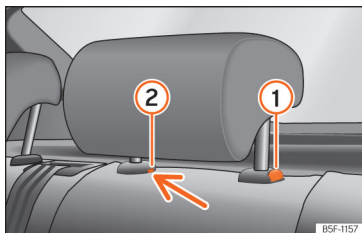

Fig. 111 Encostos de cabeça traseiros: desmontagem.
- Pressione o botão » **Fig. 111 ①**, pressionando ao mesmo tempo através do orifício da trava de segurança **②** com uma chave de fendas plana com um máximo de 5 mm de largura e retire o encosto de cabeça.